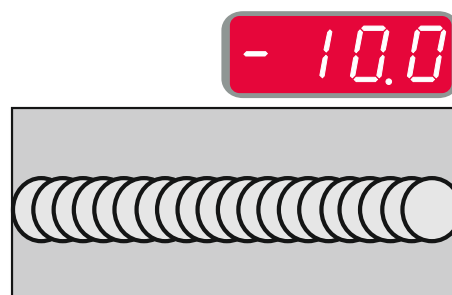

Figura 16.
- Frecvență mai mică de 0,0 - Sudare largă și distanțare mare între unde, viteză de deplasare lentă. Figura 16 prezintă distanțarea sudării când frecvența este „-10”.